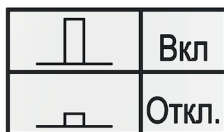

Рисунок 3 — Схема-этикетка состояния вакуумного выключателя
2.3.4. Индикатор состояния главных цепей выключателя (9), выполняет функцию кулачка для управления выносным указателем положения главных контактов, рядом с индикатором расположена мнемосхема Рис.3 поясняющая работу индикатора.